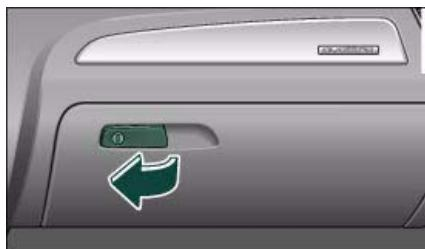

Fig. 75 Guantera
- Para abrir la guantera, tire de la empuñadura que hay en la tapa en la dirección de la flecha ⇒ *página 69*, fig. 75 y abra la tapa hacia abajo.